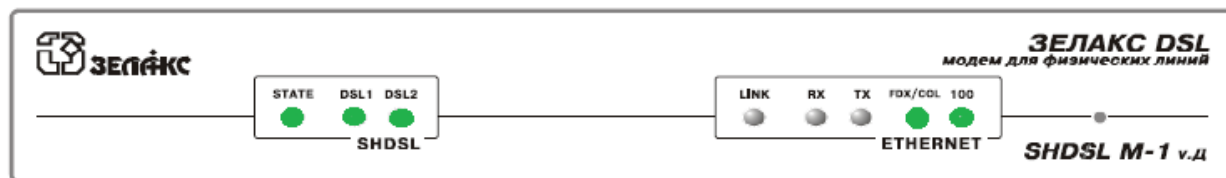

Рисунок 8. Индикация на лицевой панели модема связи.
7.1.2.10 По окончании модема по индикации на мониторе АРМ ДСП убедиться в его нормальной работе. В исправном состоянии горят зеленым цветом следующие индикаторы: STATE, DSL1, DSL2, FDX/COL, 100 (Рисунок 8).